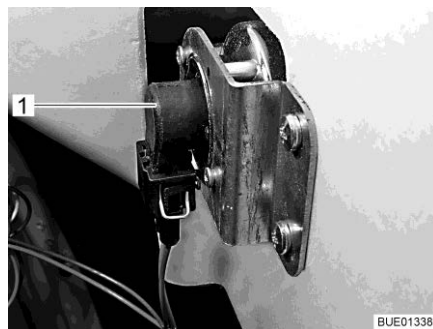

Bild 290 Körriktningsvisare
- Greppa tag bakom lamphållaren (Bild 290,1).